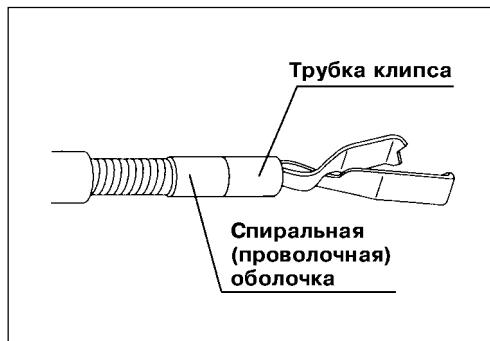

Рис. 3.12.
- 6.** Убедитесь, что трубка клипса располагается точно напротив дистального конца спиральной (проволочной) оболочки (см. рис. 3.12).